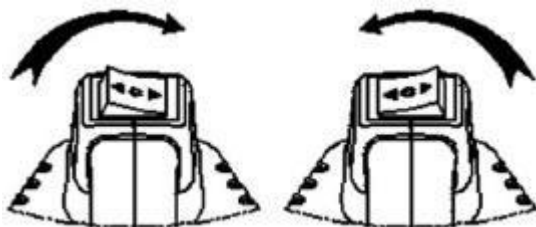

Abbildung 2
4. Wechseln Sie zum Lösen oder Anziehen in die richtige Richtung (siehe Abbildung 2).